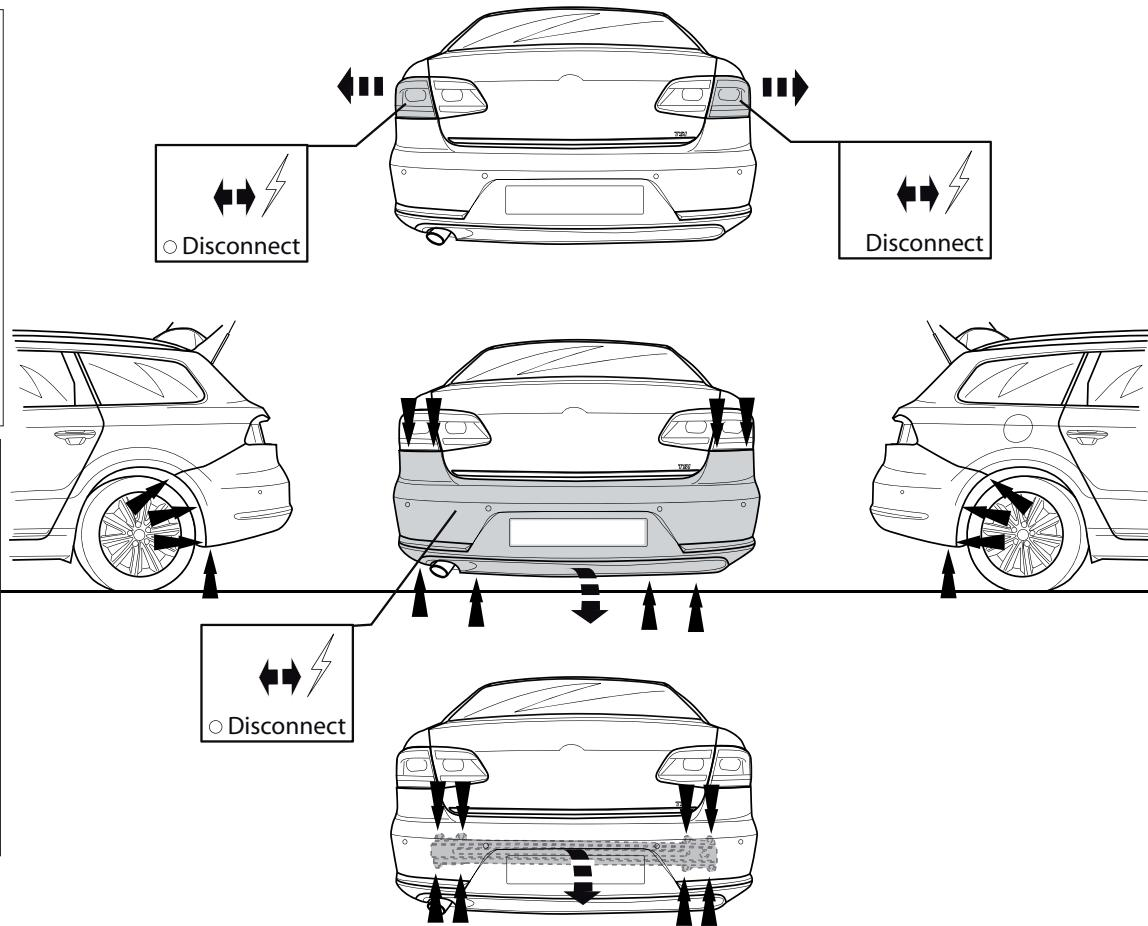

Fig. 1
1. Снять бампер вместе со стальным буферным бруском автомобиля буферный брус больше не понадобится. Поставить болты на место. См. рисунок 1.